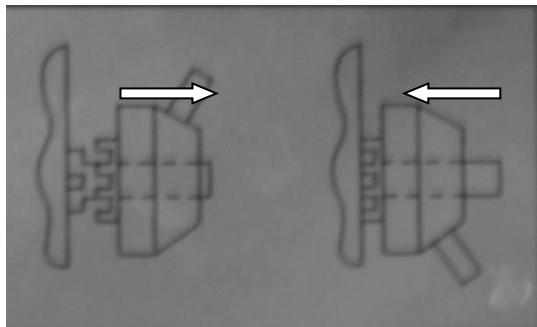

Рис.12
Точное перемещение фрезерной головки осуществляется вращением маховика микроподачи (2), при подключенном полуумфте когда рукоятки вертикальной подачи (3) сдвинуты к фрезерной головке (см. Рис.12).